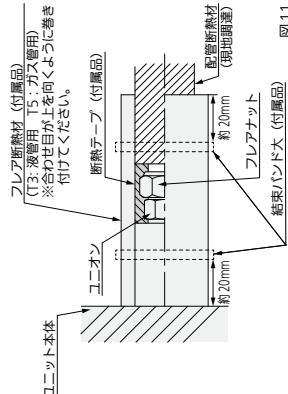

図 11
- 図11に従って液管・ガス管とも断熱してください。フレアナット部に断熱テープ(付属品)を巻き付けてください。